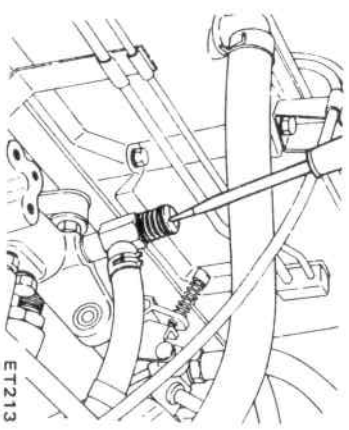

Fig. ET-31 Réglage de la vis de réglage de vitesse de ralenti
7. Dévisser complètement la vis de ralenti accéléré jusqu'à ce que le moteur tourne au régime de ralenti spécifié. Si nécessaire, régler le régime de ralenti avec la vis de vitesse de ralenti. Après le réglage, emballer le moteur deux ou trois fois pour vérifier que le régime de ralenti spécifié est obtenu chaque fois. Voir Fig. ET-31.